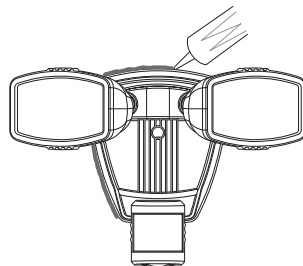

Figure 6
6. Apposez un scellant d'étanchéité autour de la plaque 1-2-Easy Connect^{MC}, sur la surface de montage (voir la Figure 6).